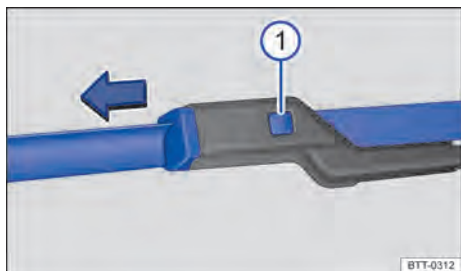

Fig. 139 Substituir as palhetas dos limpadores do para-brisa.
- Manter o botão de destravamento $\Rightarrow$ Fig. 139 ① pressionado e, ao mesmo tempo, retirar a palheta dos limpadores do para-brisa no sentido da seta.